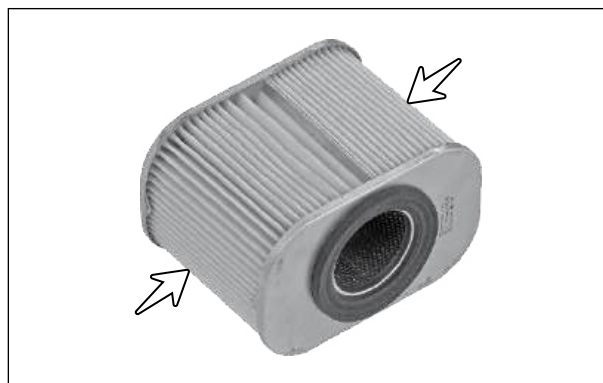

Fig. 2.25
- Examine o filtro de ar em busca de qualquer bloqueio / anormalidade. Substitua o filtro se algo for encontrado. (Fig. 2.25)